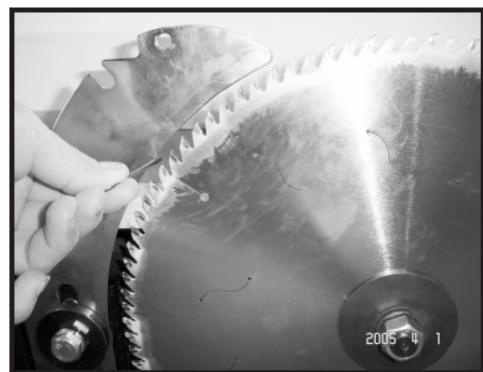

Fig. 35
9. Установите распорный нож на расстоянии около 3 мм от вершины зуба пильного полотна. В качестве «быстрого» измерительного инструмента для установки нужного удаления ножа от пильного полотна можно использовать гаечный ключ на 3 (см. рис. 35).